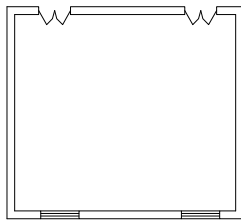

图 2-140 打开矩形喷头素材
① 按 Ctrl+O 组合键，打开配套光盘提供的“第 2 章/ 2.4.7 矩形喷头.dwg”素材文件，结果如图 2-140 所示。